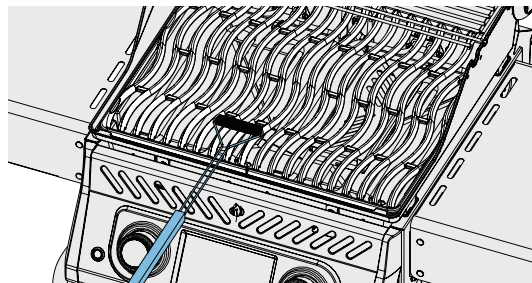

Fig. 4
- Rister af rustfrit stål kan rengøres ved at forvarme grillen og bruge en stålbørste til at fjerne rester. (Fig. 4)